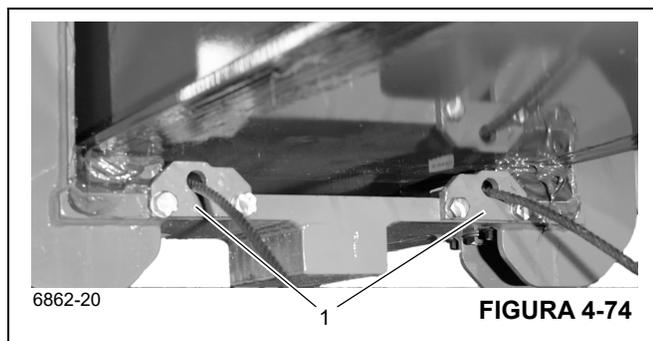

FIGURA 4-74
20. Fije los anclajes de cables de retracción de la sección de extremo a la punta de la sección central interior (1), (Figura 4-74).